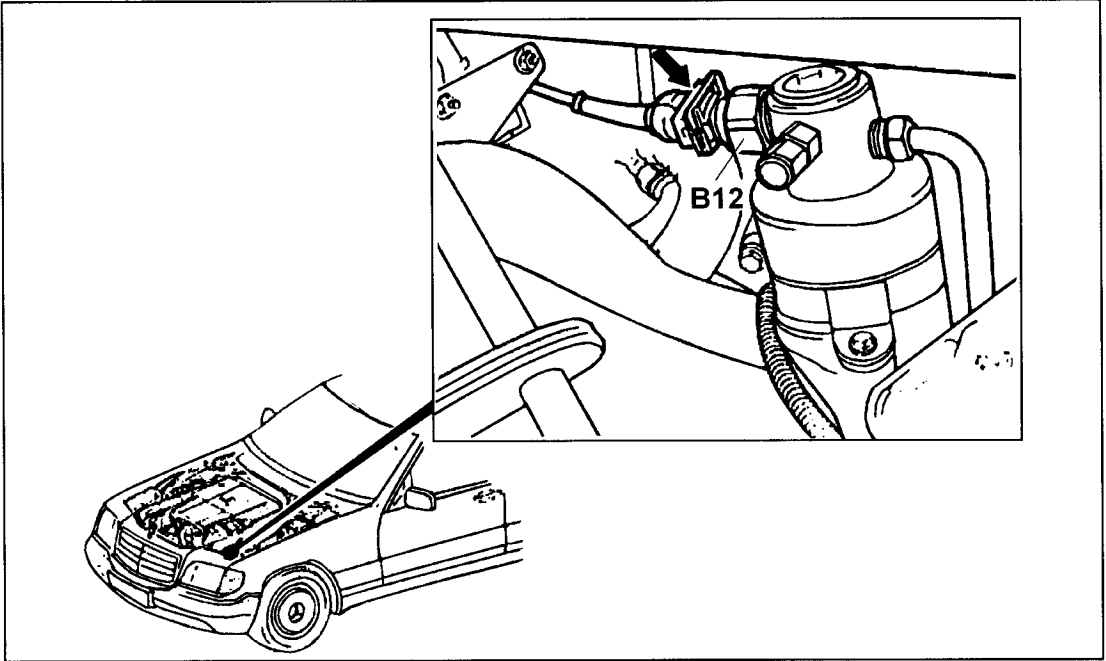

图 9-5-1 制冷剂压力传感器 B12
拆下空调系统冷却液温度传感器 B10/8(见图 9-3-2)的插头,接通点火开关,将自动空调设置为“**AUTO**”模式,辅助风扇顺时针旋转。测试制冷剂压力传感器 B12(见图 9-5-1)的性能参数,正常结果,见表 9-5-1。
(二)制冷剂压力传感器的拆装(见图 9-5-1)
(2)压下制冷剂压力传感器 B12 的插头锁片(见图 9-5-1 中箭头所示处),以拆开其插头连接。